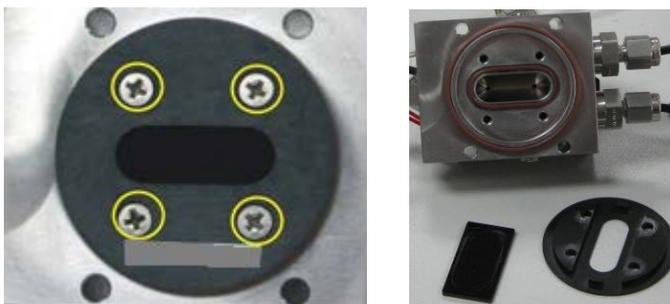

Figure 57 – Retrait et nettoyage du filtre optique
6. Retourner la cellule de réaction et retirer les quatre vis qui maintiennent le couvercle du filtre optique (voir Figure 57).